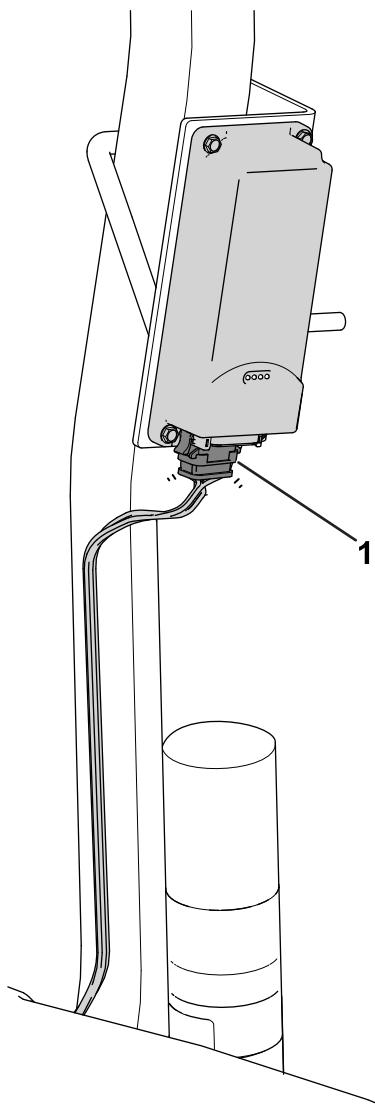

Figura 9
3. Collegate il connettore contrassegnato come P02 del cablaggio preassemblato del sistema telematico al dispositivo telematico (Figura 9).